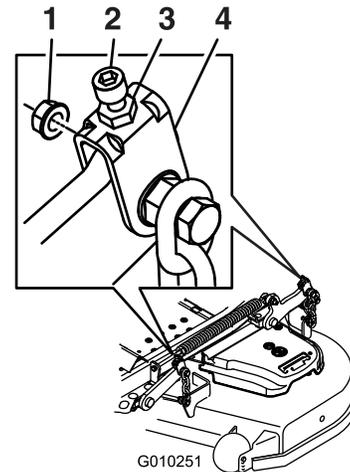

Figura 87
10. Si es necesario, afloje la tuerca "whizlock" del lateral de la horquilla y la contratuercas de la parte superior. Gire el tornillo de ajuste hasta obtener una altura de 7.6 mm (3") (ver Figura 87).
16. Gire el tornillo de ajuste hasta obtener una altura de 8,3 cm (3-1/4 pulgadas) (Figura 87).